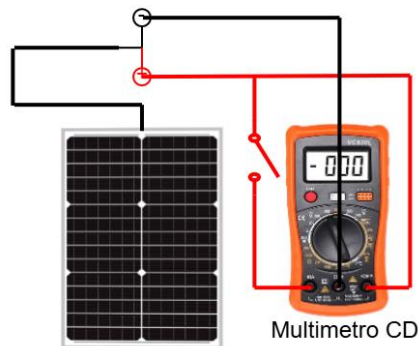
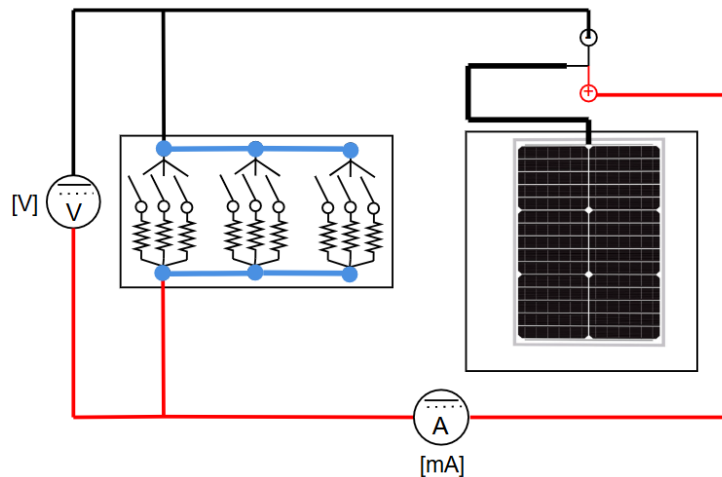

Fig. 27. Conexión en circuito abierto (V_{oc}) y corto circuito (I_{sc}).
Fig. 28. Panel Solar conectado al módulo de LabVolt EMS 8311.
1. Haciendo uso del multímetro en su función de voltaje de cd y con un panel solar ubicado del lado derecho de la mesa del área fotovoltaica, realice la conexión en circuito abierto (**Ver Nota**) como se muestra en la **Fig. 27**. Encienda el interruptor de la lámpara halógena y posteriormente el dimmer, ajuste el dimmer y mueva con mucho cuidado la lámpara, hasta encontrar un valor de V_{oc} registrado en la **Tabla 10**.
Nota: Haga uso de los cables banana-caimán (rojo y negro) que están en la mesa del área fotovoltaica, el cable rojo con el switch ON/OFF debe estar conectado en el conector de corriente, en posición OFF, la otra parte del cable rojo al borne de voltaje y el cable negro debe ir en el conector COM, como en la Fig. 27.
1. Realice la conexión de un panel solar con el módulo de carga resistiva EMS 8311, como se muestra en la **Fig. 28**, respetando la polaridad del panel solar, así como la polaridad de los multímetros.
6. Desconecte los cables conectados al panel solar y con el multímetro (usado como amperímetro de la **Fig. 28**) en su función de voltaje de cd, realice la conexión de circuito abierto (**Fig. 27**) con los cables banana-caimán.
9. Apague la lámpara halógena y vuelva a conectar el panel solar al módulo de carga resistiva EMS 8311 y los dos multímetros como se mostró en la **Fig. 28**.